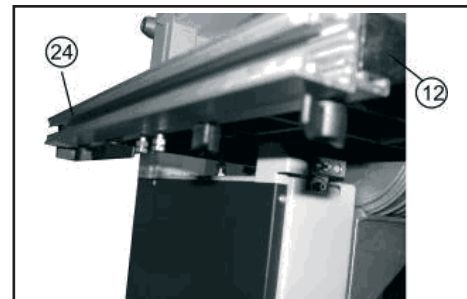

Рис. 5
10.2. Установка направляющей планки и подвижного упора (Рис. 5, 6, 7)
10.2.1. Используя детали крепления (Н), Рис. (1), как показано на Рис. 5, установите и закрепите направляющую планку (24) на левой стороне рабочего стола (12).